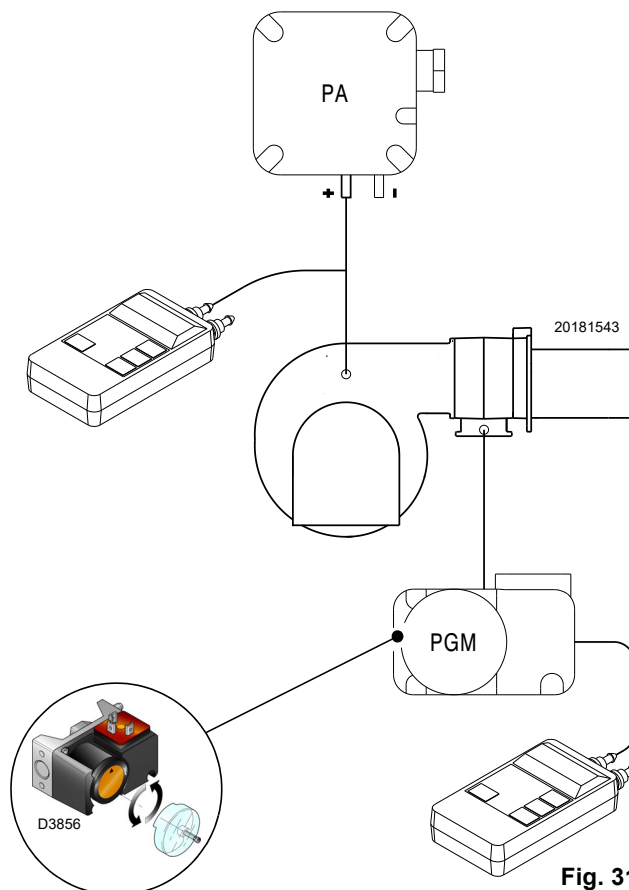

Fig. 31
- Regular el presostato gas de máxima (Fig. 31 en la pág. 29) en el fin de la escala.
Después de haber efectuado todas las demás regulaciones del quemador, con el presostato gas de máxima regulado al final de la escala, efectuar la regulación del presostato gas de máxima, (Fig. 31).